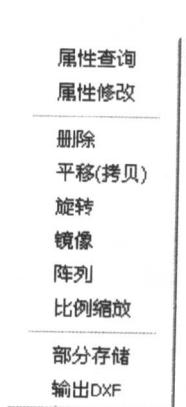

图 1-13 右键直接操作菜单
(2) 右键直接操作菜单 在命令状态下，拾取某图素对象后单击鼠标右键出现如图 1-13 所示的右键直接操作菜单。